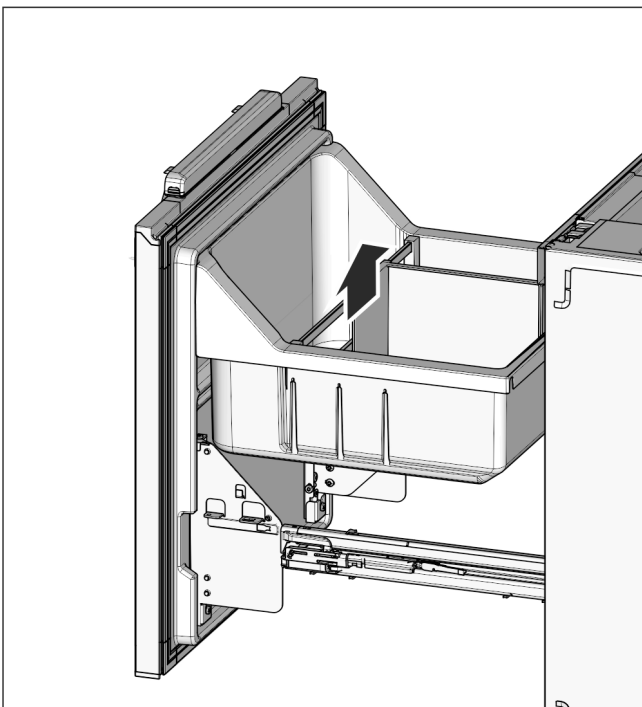

Fig. 25
- ▶ Inserire di nuovo il portabottiglie e la vaschetta estraibile Fig. 25 (31).